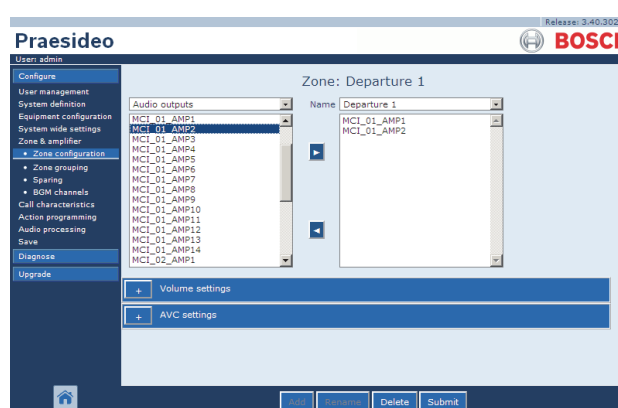

figure 46.3 : Ajout d'une zone, étape 1
- 1 Allez à *Configure > Zone & amplifier > Zone configuration*. Un écran semblable à celui de la figure 46.3 s'affiche dans le cadre principal de l'interface Web.